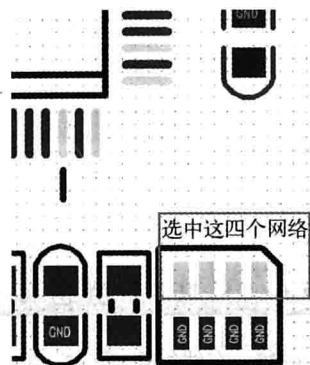
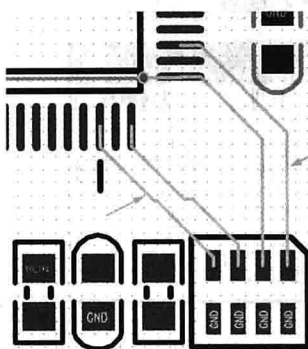

图 8-39 选中相关的网络
图 8-40 布线后结果
(1) 布线：选中相关的网络，如图 8-39 所示，单击鼠标右键，在弹出的快捷菜单中执行菜单命令【布线】，完成后如图 8-40 所示。